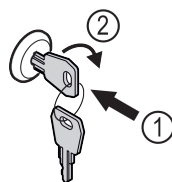

Fig. 169
- ▶ Włożyć kluczyk. Fig. 169 (1)
- ▶ Przekręcić kluczyk o 90° w prawo. Fig. 169 (2)